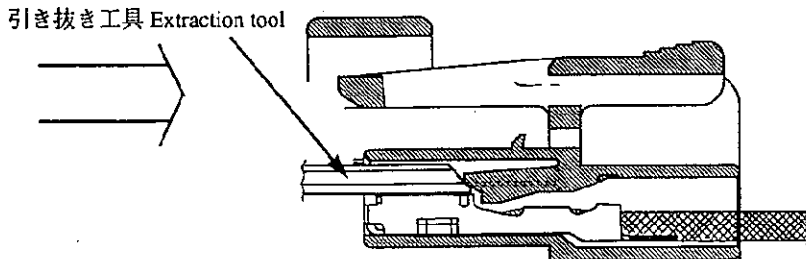

Fig.2
1. 工具の先端部を水平にして、嵌合部からFig.2に示すように挿入して下さい。
1. Insert tool tips into offsets in cavity as shown in Fig.2.